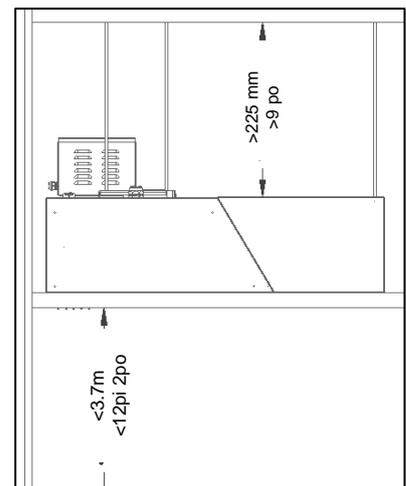

Figure 2
- un dégagement d'au moins 225 mm [9po] au-dessus du rideau d'air pour les unités de 3 pieds de long, voir Fig 2.